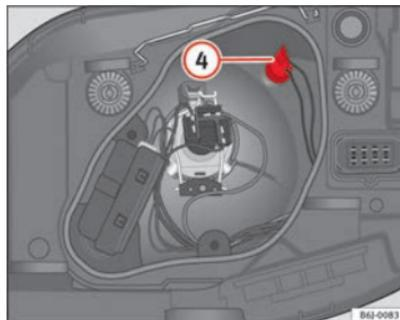

Fig. 159 Luz de posición
- Extraiga el portalámparas ④ ⇒ fig. 159 hacia fuera.